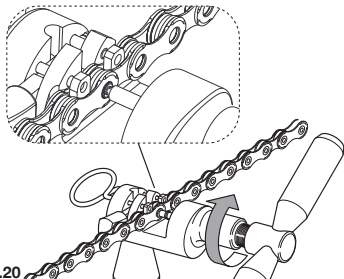

Abb.20
- Ziehen Sie das Werkzeug an, indem Sie den Schieber mit dem vorstehenden Ende der ULTRA-LINK 5-CN-SR700-Hülse in Kontakt bringen und dabei diese etwa um eine 3/4 Drehung, mit moderater Kraft, bis zu ihrer Verformung drehen (**Abb. 20**).